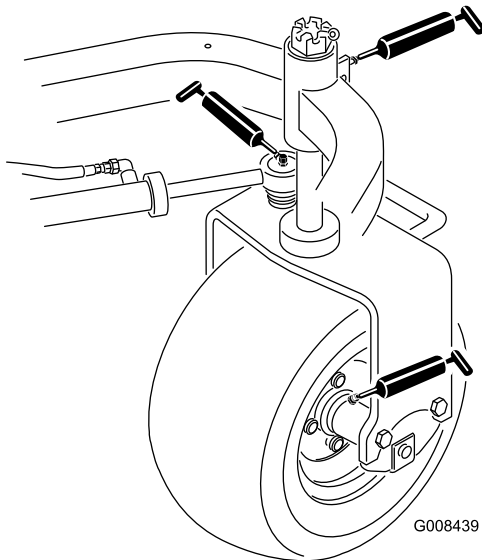

Bild 33
- Hinterradnabe (1) (Bild 33)
- Laufradlager (1) (Bild 33)
- Lenkzylinder (2) (Bild 33)